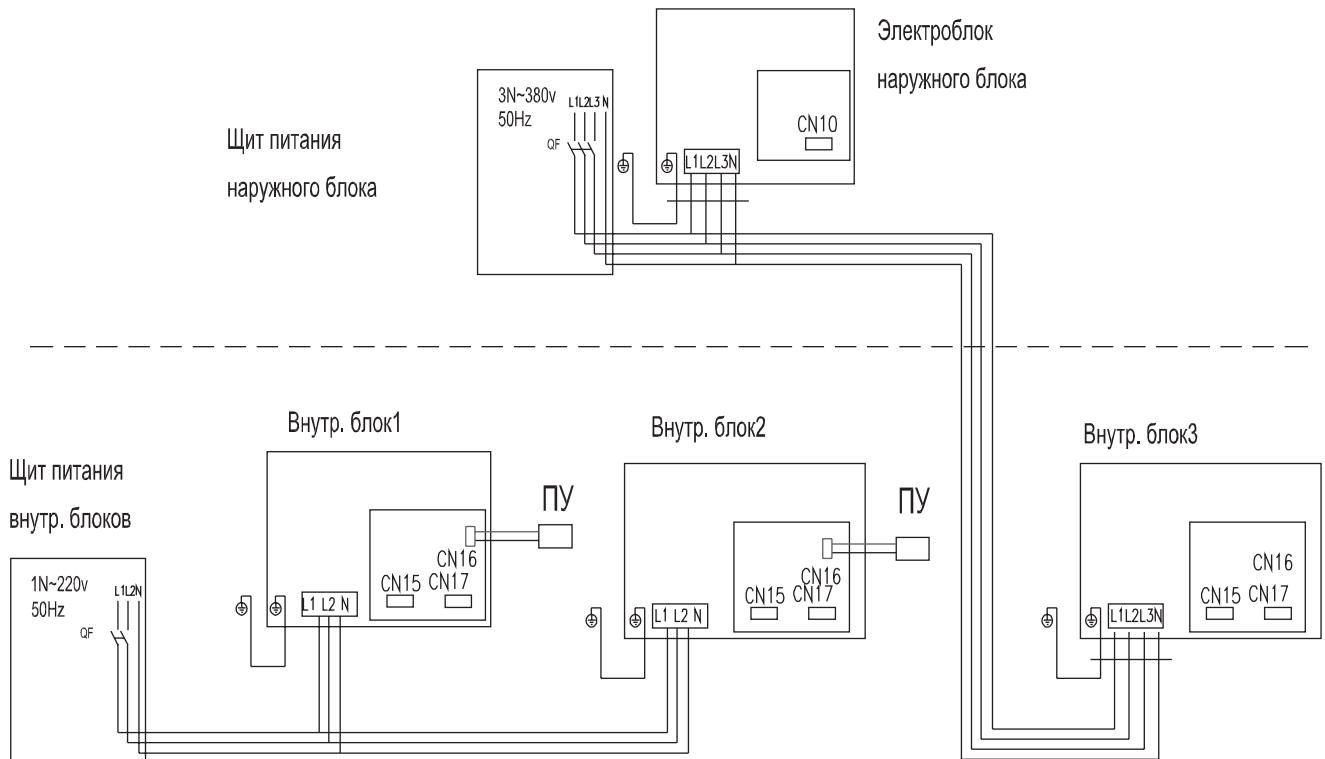

Рис. 8.2
8.10.1 Первый — подключение наружного блока и одного из внутренних к одному щиту электропитания (см. рис. 8.2).